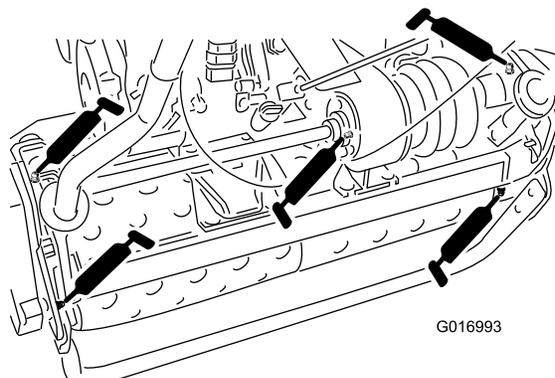

Рисунок 18
- 2 на осях (Рисунок 18)
- 3 на дифференциале (Рисунок 18)